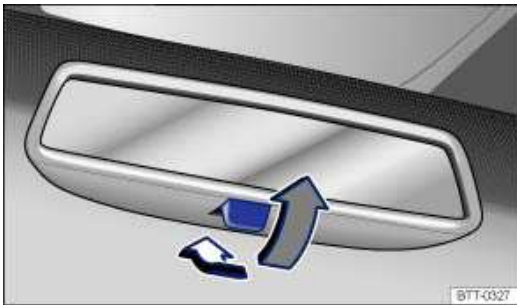

Abb. 74 Manuell abblendbarer Innenspiegel.
- Zum Abblenden Hebel nach hinten ziehen → Abb. 74 (grauer Pfeil).